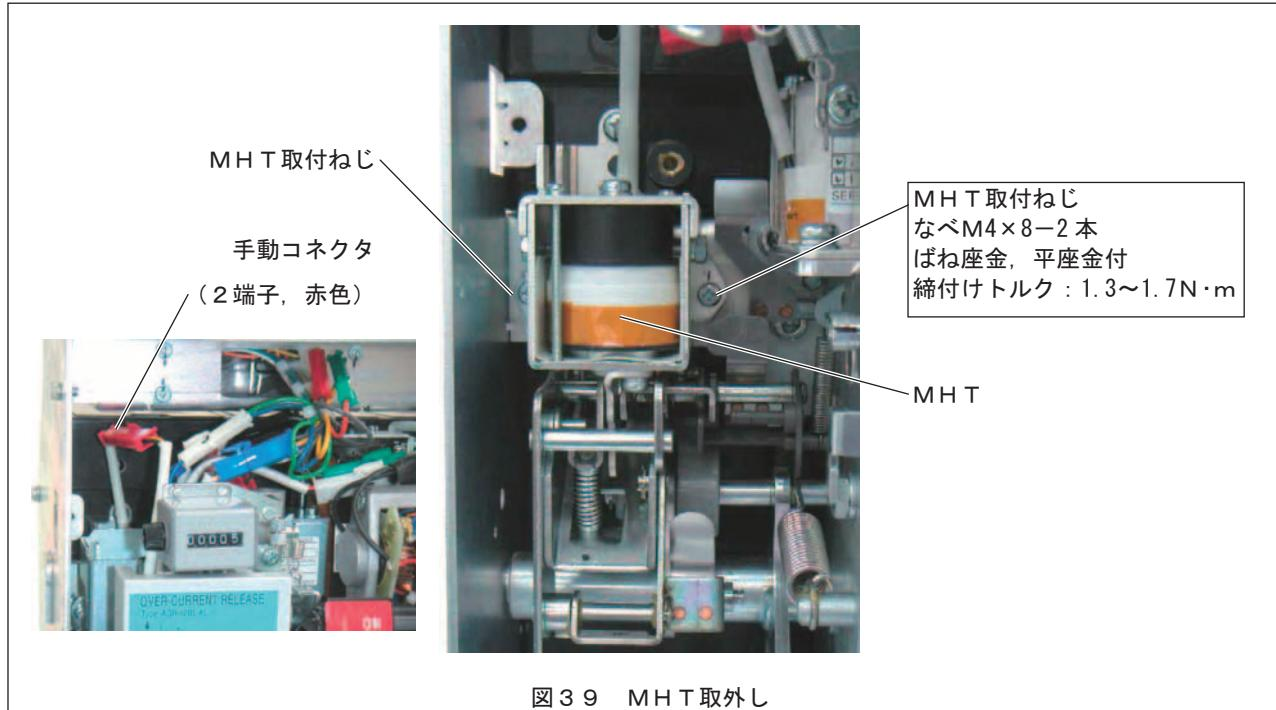

図39 MHT取外し
- 4) 図39に示すMHT取付ねじを緩めて外し、MHTを取外します。